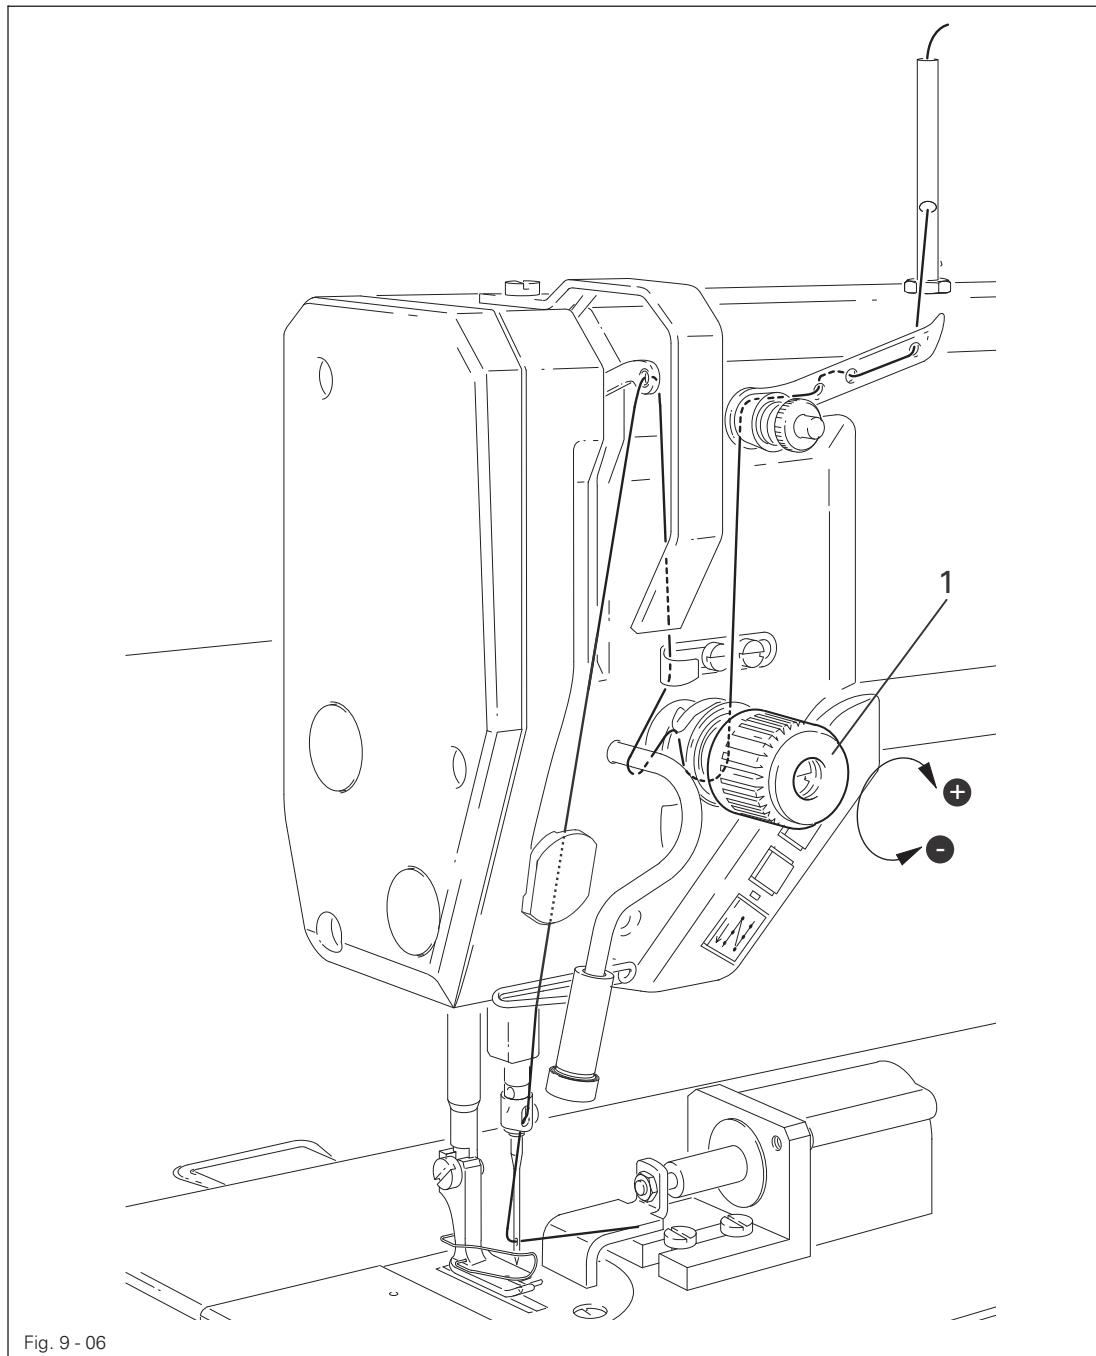

Fig. 9 - 06
- Den Faden gemäß Fig. 9 - 02 einfädeln und im Uhrzeigersinn einige Male auf Spule 1 wickeln.
- Spule 1 gemäß Fig. 9 - 04 in die Spulenkapself 2 einlegen.
- Den Faden gemäß Fig. 9 - 05 durch den Schlitz unter die Feder führen.
- Oberfaden gemäß Fig. 9 - 06 einfädeln. Dabei ist darauf zu achten, daß die Nadel von links eingefädelt wird.